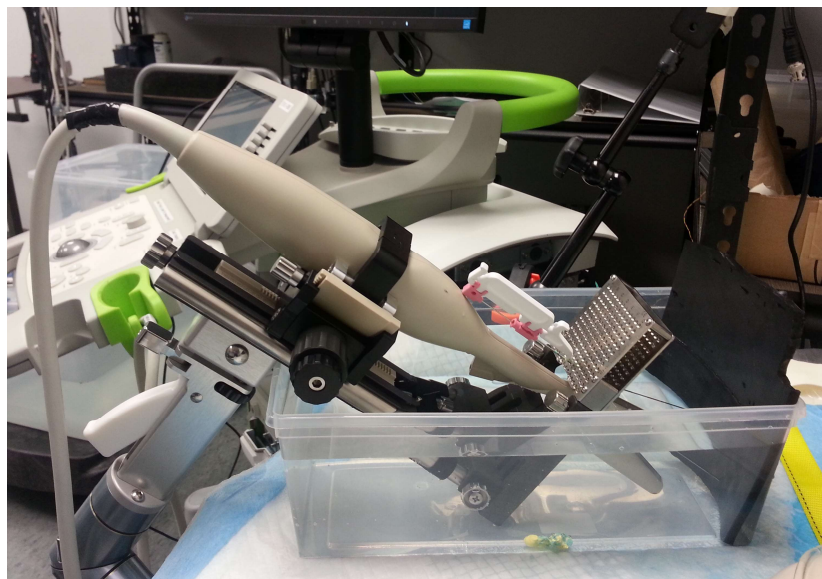

Abbildung 41: Sonde und transperinealer Schrittteber im Wasserbad
4. Neigen Sie die Sonde und setzen Sie sie wie in Abbildung 41 gezeigt in das Wasserbad.